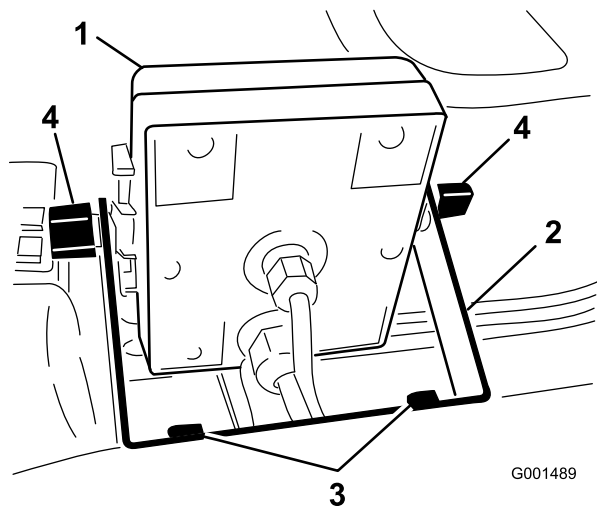

Figure 5
- Fixez le support du moniteur au tableau de bord (Figure 5) avec 2 boulons à embase (1/4 x 3/4 po) et 2 écrous à embase (1/4 po).
- Montez le moniteur Spray Pro sur les têtes des vis de carrossier (Figure 5) et serrez les boutons pour le fixer en position.